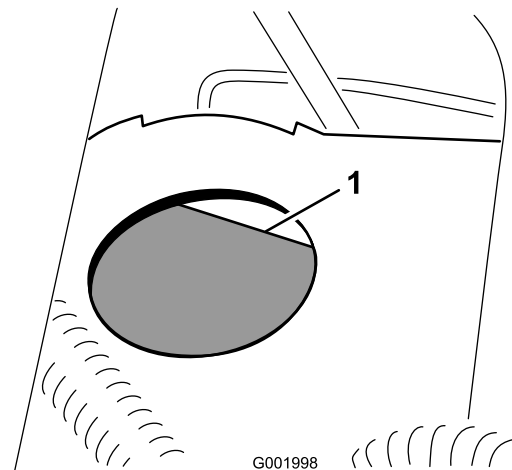

Bild 59
2. Der Flüssigkeitsstand sollte die Vollenlinie am Behälter erreichen (Bild 59).